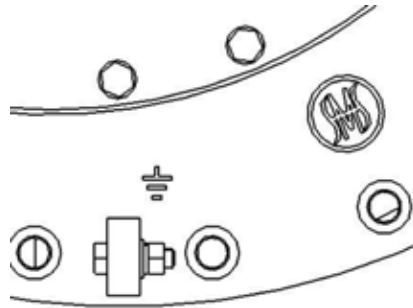

图 49 接地螺栓
1. 将分接开关头接地螺栓接至变压器箱盖 (1 个 M12 螺栓和螺母), 19 号扳手, 扭矩 50 ~ 60Nm, (图 49)。